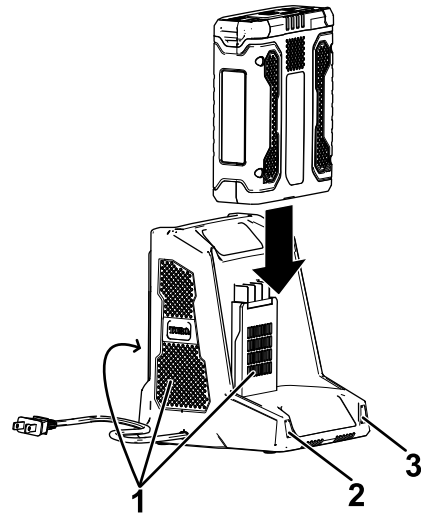

Bild 9
5. Schieben Sie das Akkupack in das Ladegerät, bis es einrastet (Bild 9).